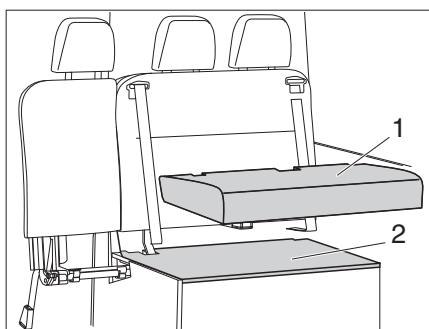

Fig. 44 Rimuovere i cuscini del divano
- Rimuovere i cuscini del divanetto (Fig. 44,1) e il coperchio della cassapanca (Fig. 44,2).